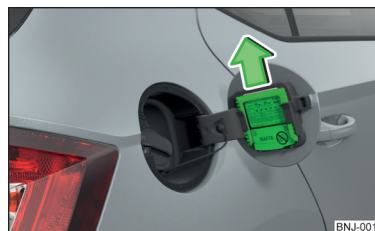

Fig. 163
- Skub isskraberen ud i pilens retning » Fig. 163.